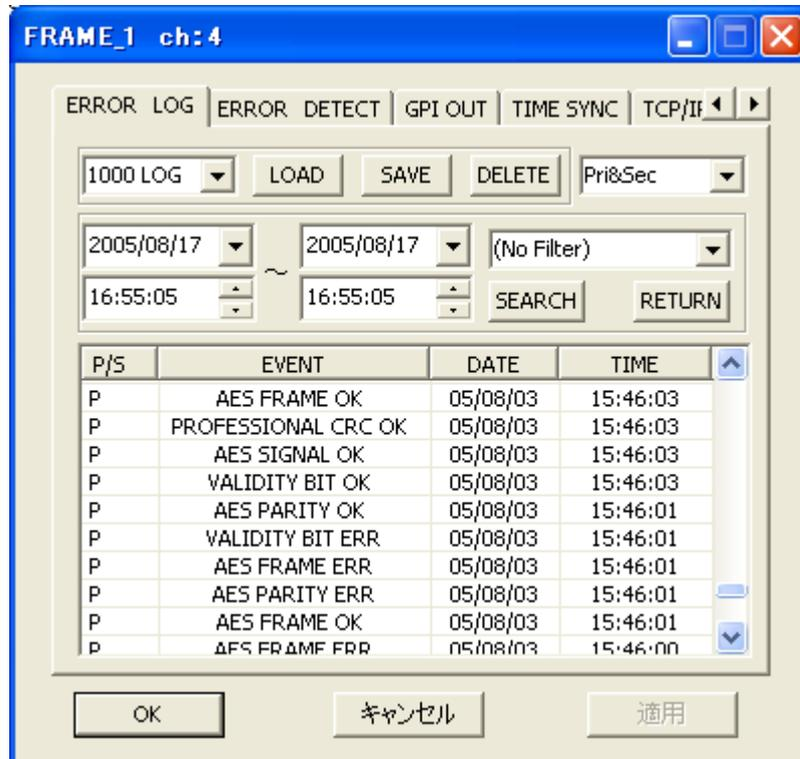

図4-2 エラーログ例
- ・ 図4-2のように、エラーが発生すると、エラー内容、日時が記録され、エラーが解除するとOKが記録されます。(エラーログはSM-70 Windows アプリケーション(別売)により表示できます。)